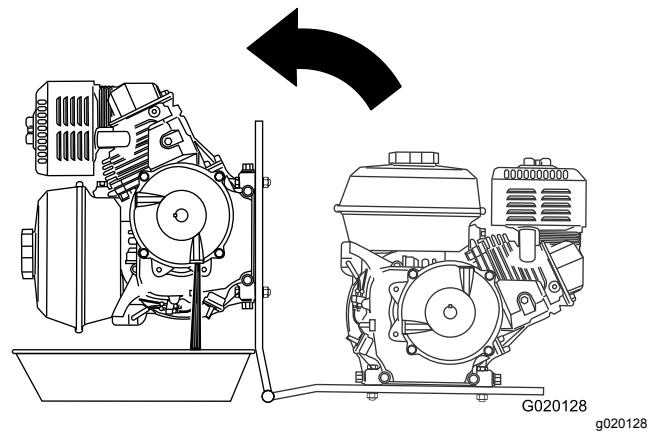

Figura 63
8. Coloque un recipiente junto a la bisagra de la chapa del motor (Figura 63).
9. Gire el motor sobre la bisagra de la chapa del motor, y vacíe el aceite de la caja reductora (Figura 63).